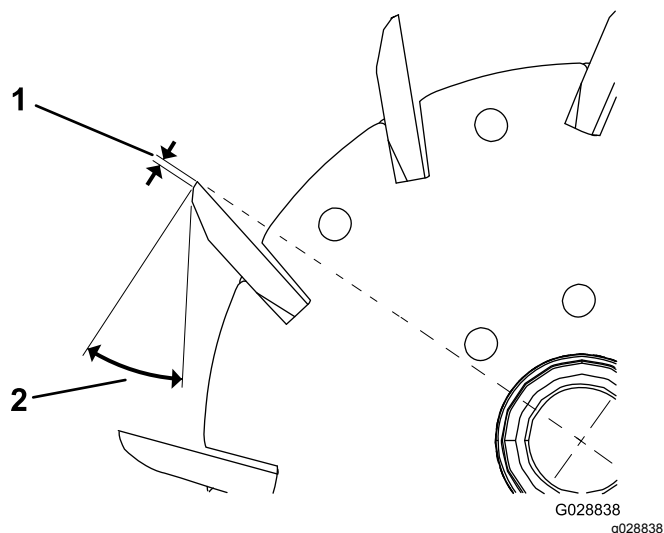

Figura 24
1. Applicare una rettifica di 30 gradi su tutte le lame dei cilindri fino a quando la larghezza a terra non è pari a 1,3 mm (Figura 23 e Figura 24).